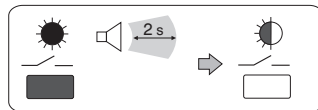

Fig. 8
- Maintenir la pression sur la **touche "—/—" jusqu'à l'émission d'un simple signal sonore**; puis la relâcher: **la LED est clignotante** (fig.8).